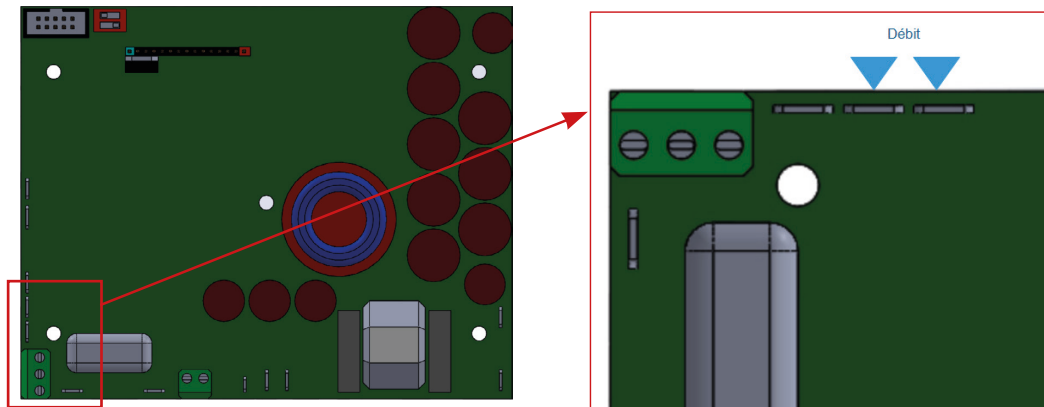

Figure 2
- Connecter le capteur sur la carte comme indiqué sur Figure 2 ci-dessous :